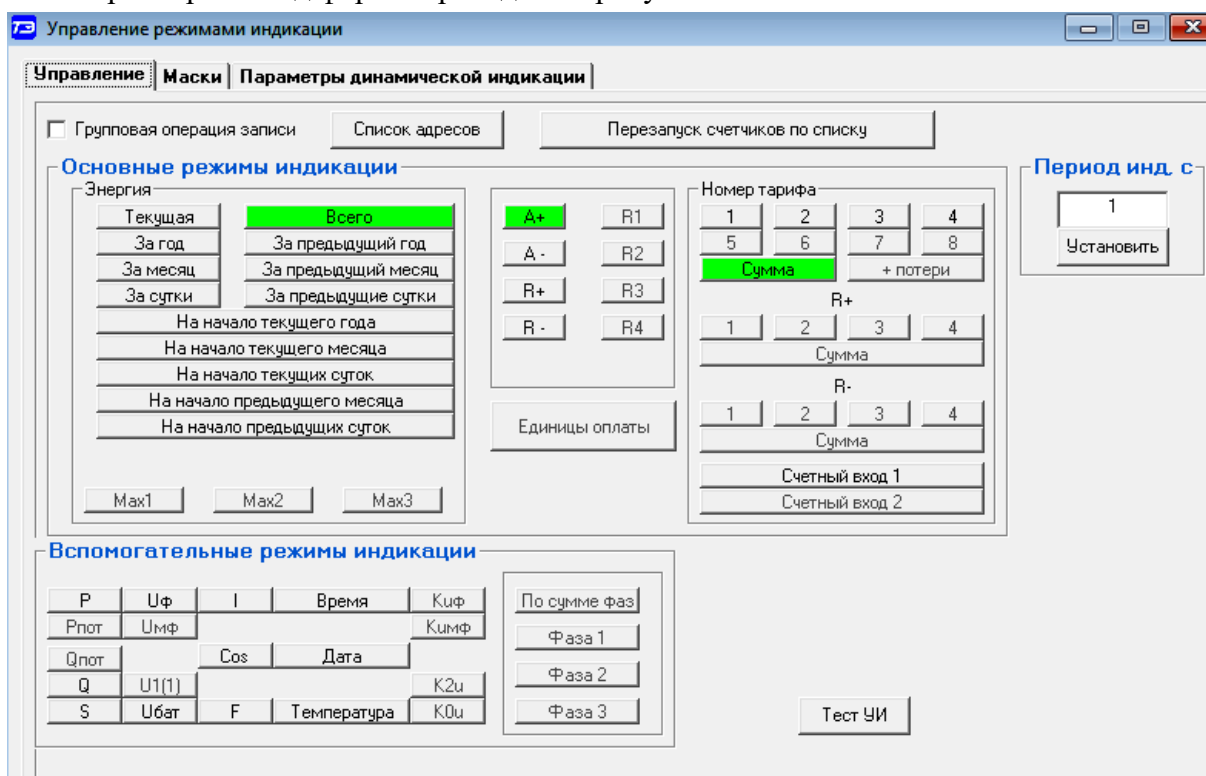

Рисунок 23 – Форма «Управление режимами индикации»
17.2.1 Тест устройства индикации включается по кнопке «Тест УИ», расположенной на поле формы «Управление режимами индикации» вкладки «Управление» (рисунок 23). При этом включаются все элементы индикации ЖКИ на время 5 с для визуальной проверки работоспособности индикатора. Спустя 5 с индикатор возвращается в прерванный режим индикации. Включение тестового режима устройства индикации возможно только со вторым уровнем доступа.